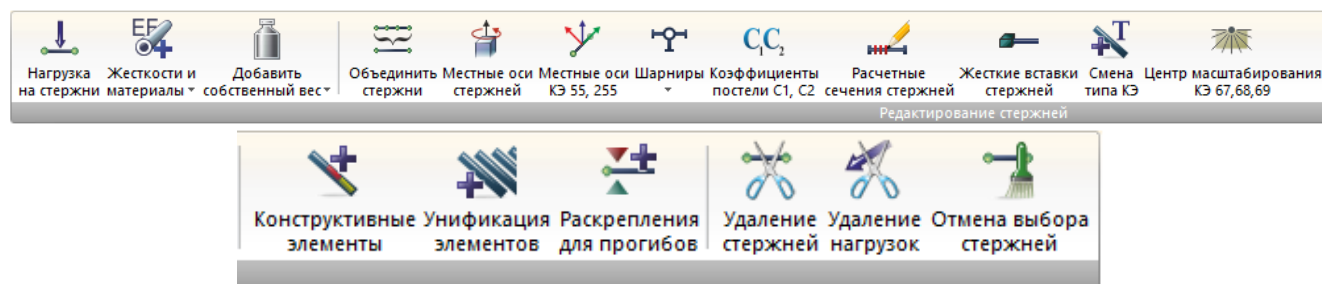

Рис. 156. Панель **Редактирование стержней**
- **Редактирование стержней** (рис. 156) – операции по назначению и редактированию свойств стержневых элементов схемы.
Панель **Редактирование стержней** (рис.156) содержит следующие команды: